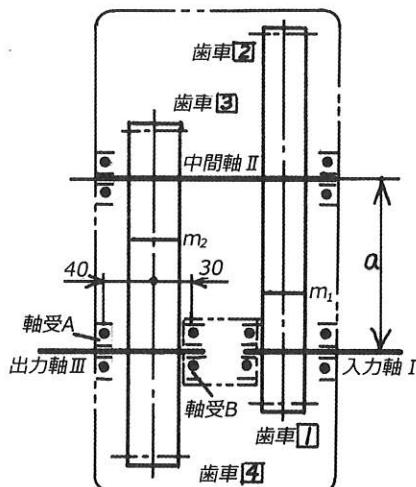

図 1 3 軸二段歯車減速装置
圧力角  $20^\circ$  の平歯車を用いて、図 1 に示すような 3 軸二段歯車減速装置を設計する。入力軸と出力軸を同一軸線上に配置し、入力軸と中間軸および中間軸と出力軸の中心距離（軸間距離）は、ともに  $a = 120\text{mm}$  とする。図の①、②、③、④は平歯車である。歯車対①、②のモジュール  $m_1 = 3\text{mm}$ 、歯車対③、④のモジュール  $m_2 = 4\text{mm}$  とし、原則標準平歯車対とするが、理論的な限界歯数 17 よりも歯数が小さくなり切り下げが起こる場合は転位歯車対を用いることとする。
- ① 2.13      ② 2.66      ③ 3.19      ④ 3.72      ⑤ 4.26      ⑥ 4.79
(7) (6)の結果を利用して軸受Aに作用するラジアル荷重  $F_A$  を計算し、最も近い数値を下記の〔数値群〕より選び、その番号を解答用紙の解答欄【S】にマークせよ。ただし、平歯車④と軸受Aおよび軸受Bの位置寸法は図1の通りである。